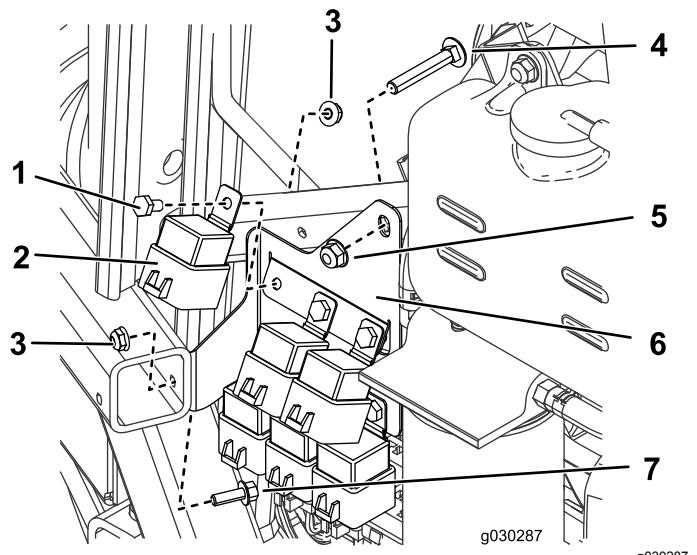

Figure 21
1. Sur le côté droit de la machine, montez 6 relais sur le support à l'aide de 6 boulons (1/4" x 1/2") et 6 écrous (1/4"), comme montré à la Figure 21.
3. À l'aide d'un boulon (1/4" x 3/4"), d'un écrou (1/4") et du boulon et de l'écrou que vous venez de retirer, montez le support de relais sur la machine (Figure 21).